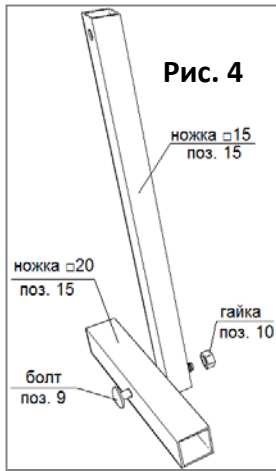

Рис. 4
5.2.1. Соберите Т-образные ножки для крепления теплицы в грунт как показано на рис. 4.